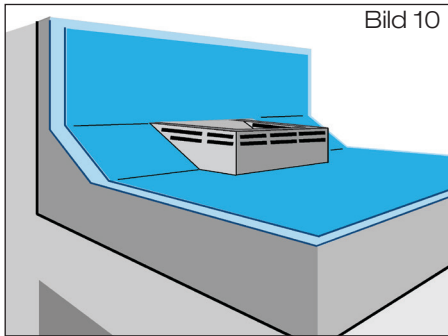

Bild 10
- 2.4 **Anschlussmanschette** bauseits aus vorhandener Bitumen-Dachdichtungsbahn, Größe: ca. 700 mm x 1000 mm, zuschneiden (Bild 10). Den Klebeflansch 100 mm umlaufend mit Bitumen-Voranstrich versehen. Anschlussmanschette über Ablauf legen und im Schweißverfahren mit Klebeflansch verbinden.